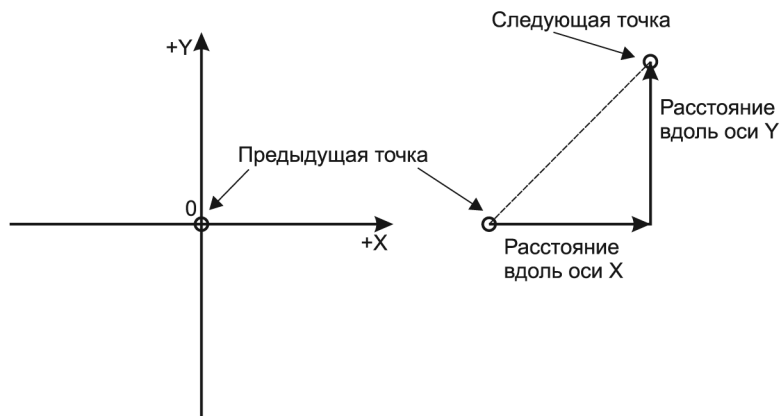

Рис. 2.6 ▼ Система относительных декартовых координат
Известная нам еще со школьной скамьи система декартовых координат была предложена в XVII веке французским математиком Рене Декартом. В этой системе описания положения точки используется горизонтальная (X) и вертикальная (Y) координаты, отсчитываемые от точки (0,0). Относительные декартовы координаты ничем не отличаются от абсолютных, за исключением того, что отсчет ведется не от начала координат, а от предыдущей точки. Проще говоря, относительные координаты показывают, как далеко от выбранной точки следует провести линию или сдвинуть объект (рис. 2.6). Если смещение направлено влево, координата X будет отрицательной. Точно так же, если смещение направлено вниз, то отрицательной будет координата Y. Эту систему целесообразно использовать, если известны горизонтальное и вертикальное расстояния от одной точки до другой. Вводить относительные координаты следует в таком формате: @X, Y.